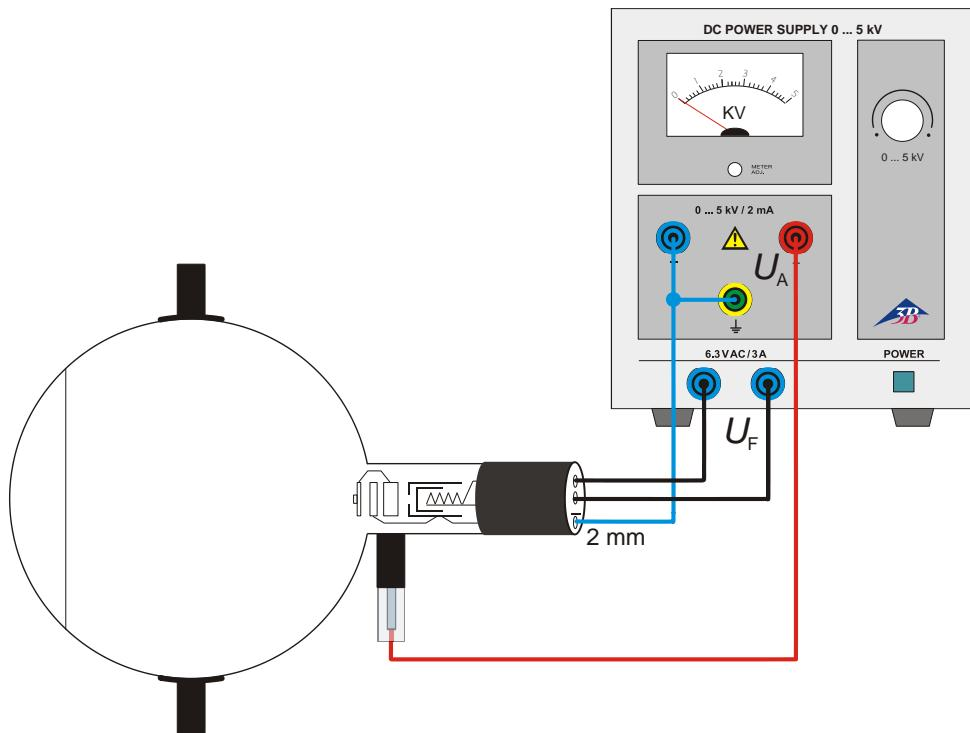

Fig. 2 Circuit du tube de diffraction D
- Montez l'expérience comme le montre la fig. 2. Branchez le pôle négatif de la tension anodique à la prise de 2 mm.